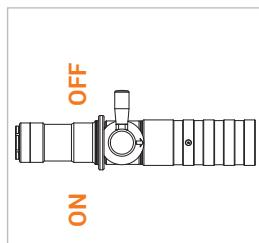

Figure 2
- ▶ Décrochez le nozzle de ravitaillement du distributeur. Le levier de commande (pos. 3) doit être en position OFF (*Figure 2*).